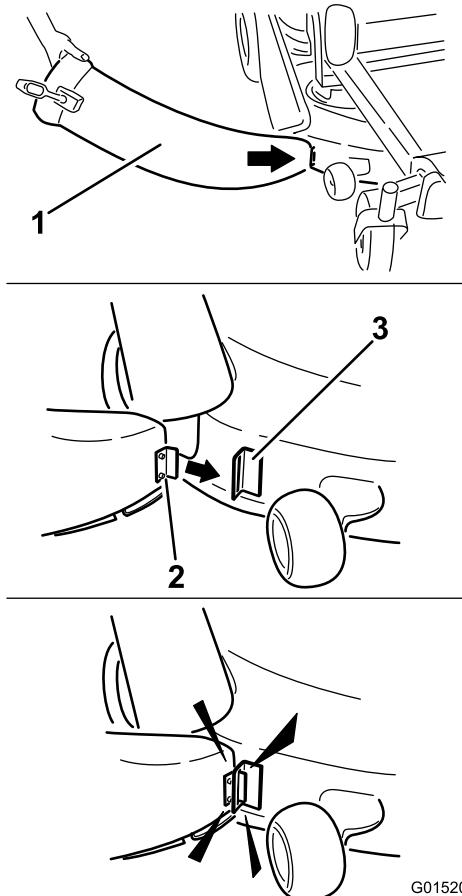

Bild 11
1. Winkeln Sie die Metallzunge vorne am Auswurfkanal in den Schlitz in der Halterung ab, die am Mähwerk vor dem Versatz angeschweißt ist (Bild 11).